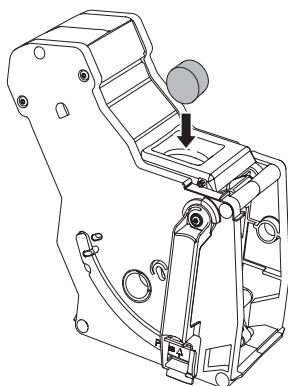

Fig. 17: Introducerea tabletei de curățare în unitatea de infuzare.
7. Așezați recipientul pentru zaț de cafea sub dispersor. 8. Scoateți unitatea de infuzare, dar nu deconectați aparatul. 9. Introduceți o tabletă de curățare în unitatea de infuzare (consultați Fig. 17). Introduceți unitatea de infuzare înapoi în aparat.